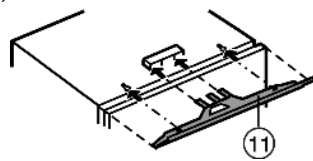

Fig. 11
- ▶ Fixer le cache Fig. 11 (11) de compensation au centre de l'appareil : le glisser dans le logement puis le fixer dans les encoches.